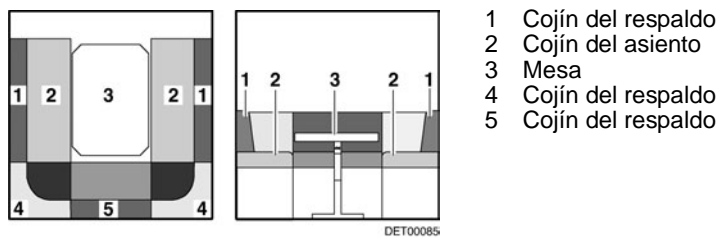

Fig. 111 Antes de la transformación
- Transformar la mesa (Fig. 111,3) en base de cama (véase apartado 7.7).